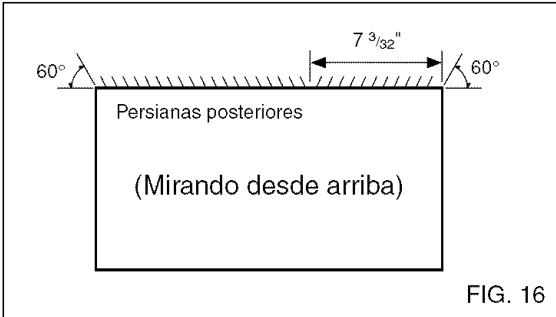

FIG. 16
- 1** Redirija las persianas de la parte posterior del alojamiento a un ángulo de 60° como se muestra en la FIG 16. Se recomienda usar alicates.